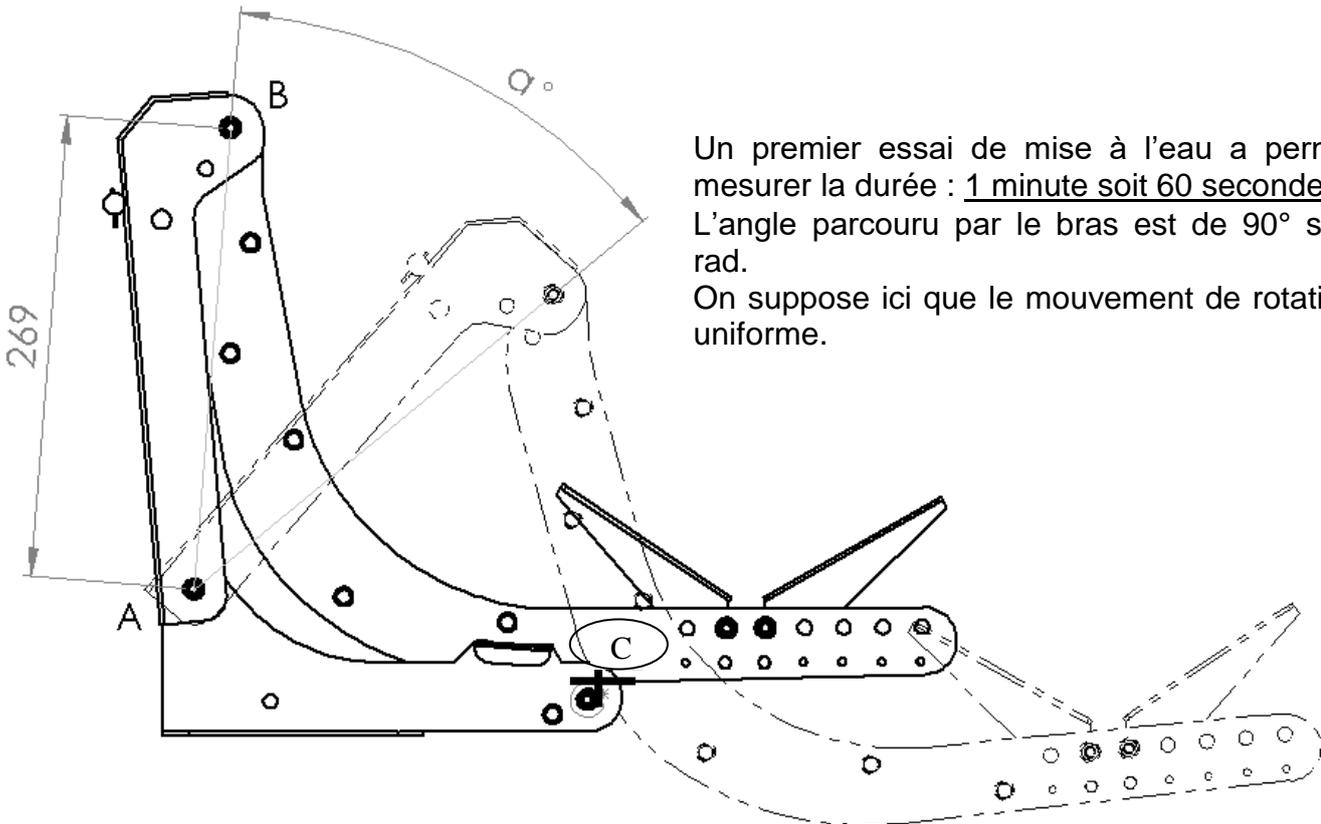

Figure 1
**7.1** - Sachant que le contact entre le galet **rep.6** et le bras support de **jet rep.10** est du type cylindre/plan, tracer la normale au contact (support de la force C6/10) sur la figure 1 ci-dessous :